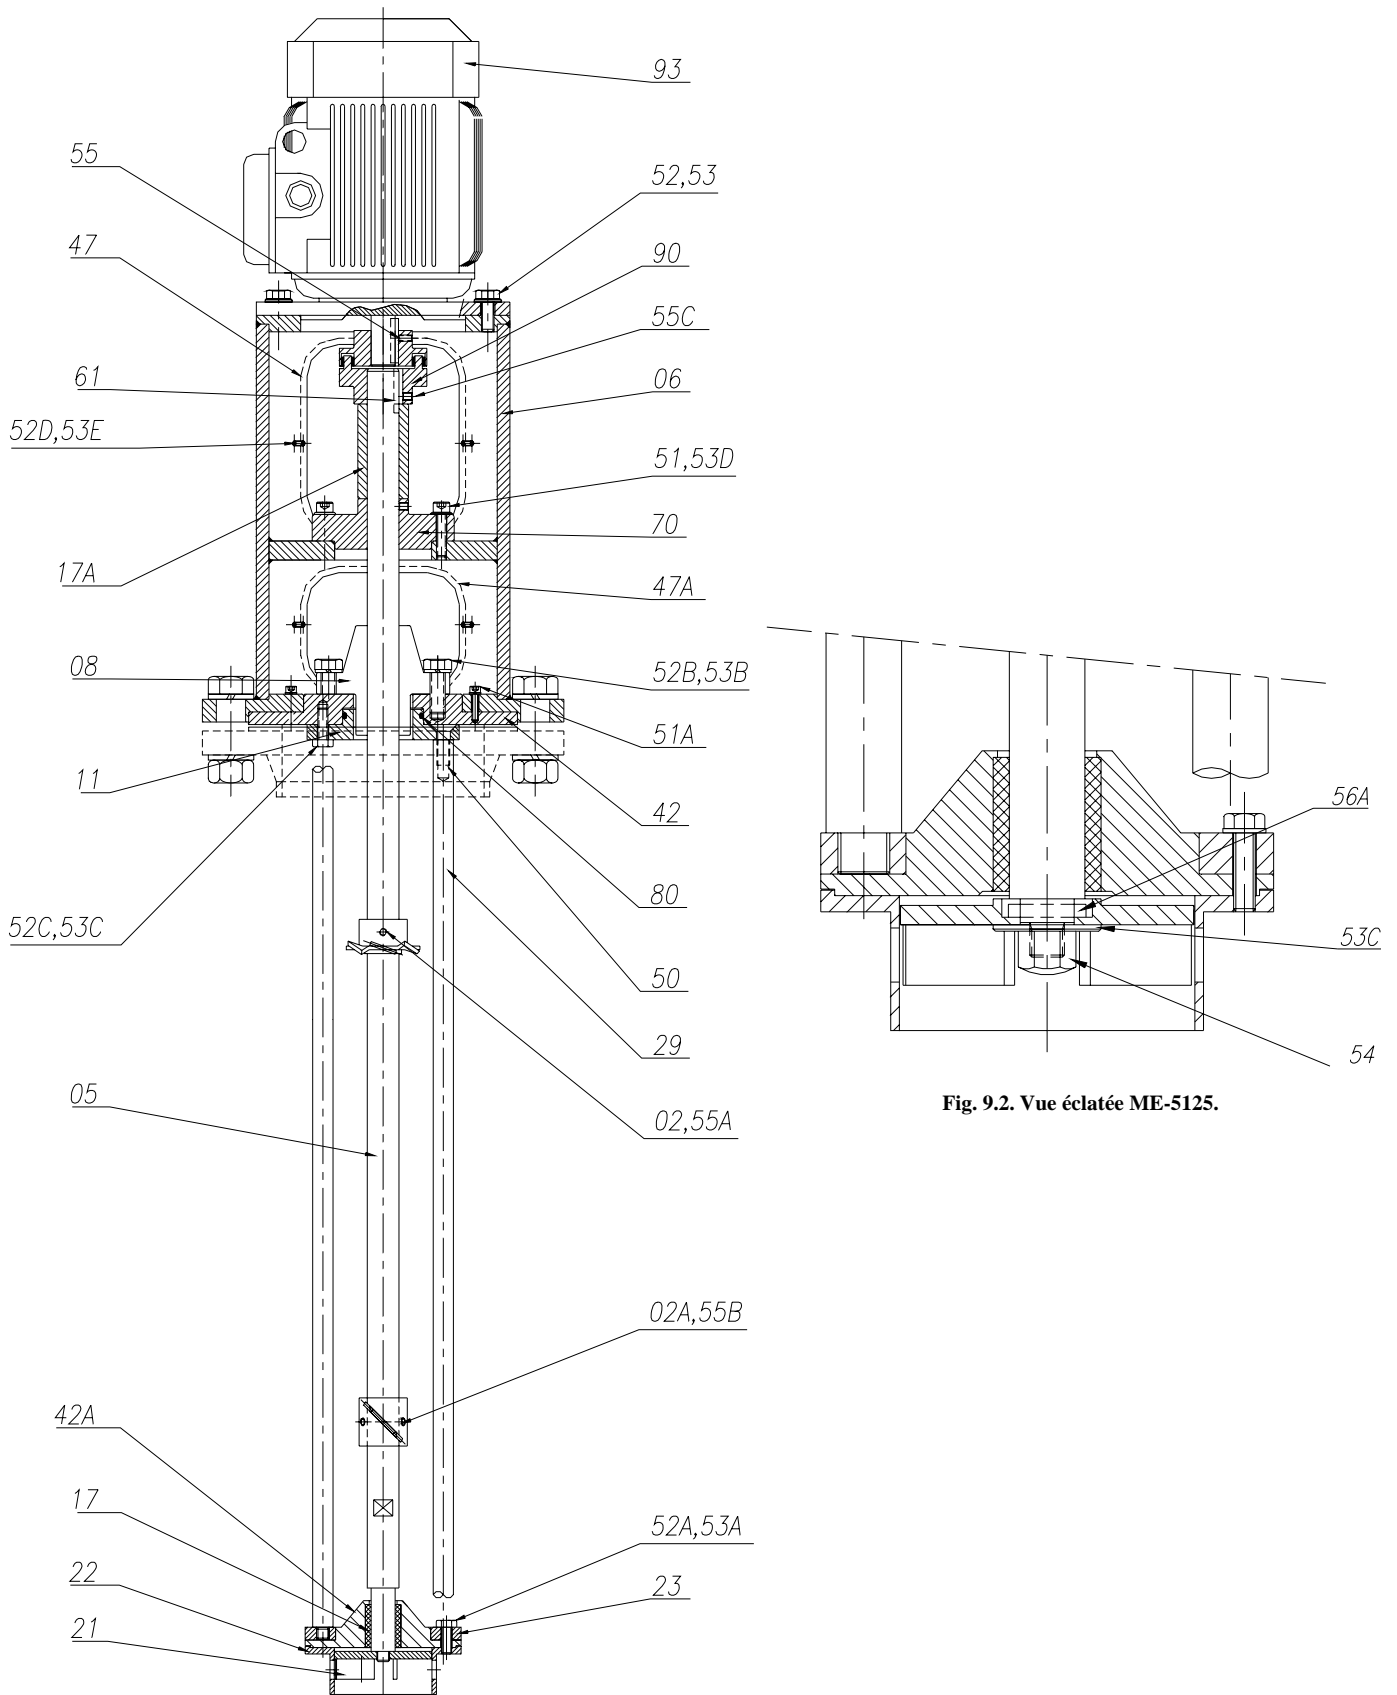

Fig. 9.2. Vue éclatée ME-5125.
* Sur le ME-5125 (voir fig. 9.2)